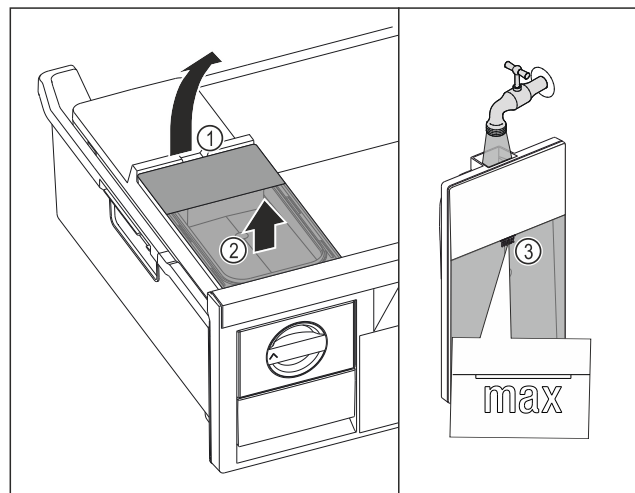

Fig. 75
- ▶ Sollevare il serbatoio dell'acqua dalla cavità Fig. 75 (1).
- ▶ Rimuovere il serbatoio dell'acqua estraendolo verso l'alto. Fig. 75 (2)
- ▶ Riempire il serbatoio dell'acqua con acqua potabile fino al contrassegno Fig. 75 (3).